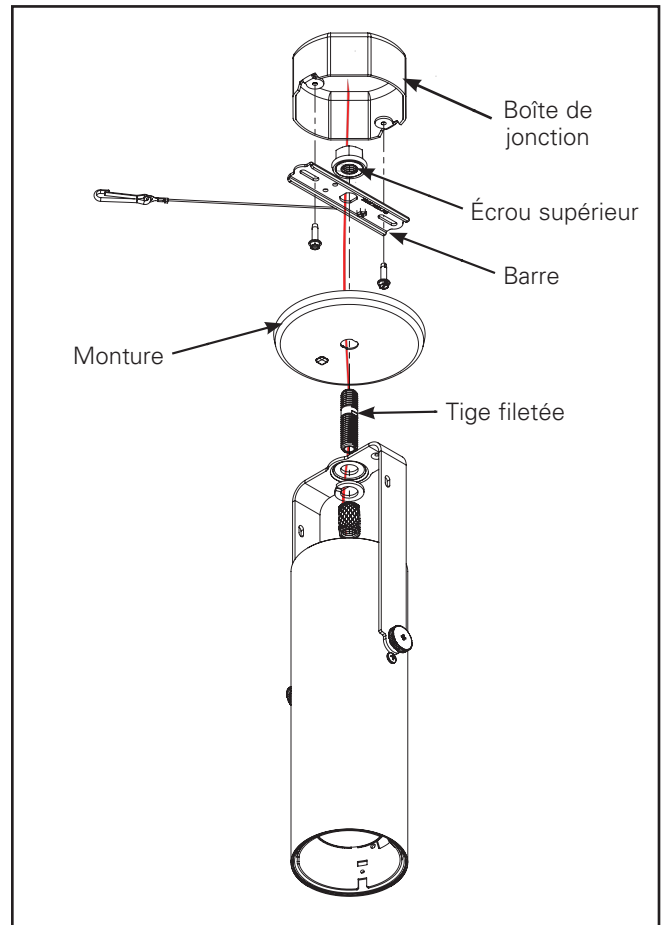

Figure 3
2. La tige filetée doit être installée sur la barre de soutien lorsqu'elle est reçue avec des fils passant par l'écrou supérieur. (Figure 3)